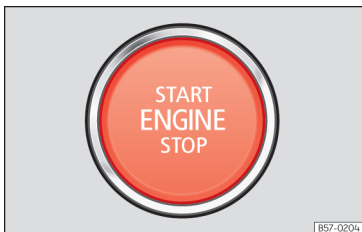

Abb. 81 Im unteren Bereich der Mittelkonsole: Starterknopf.
Wenn das Fahrzeug entriegelt wird, blinkt der Starterknopf »» » (**Abb. 81**), um auf ihn aufmerksam zu machen.
- Starterknopf drücken, >>> **[Abb. 81]** ohne Gas zu geben. Zum Anlassen des Motors muss sich ein gültiger Fahrzeugschlüssel im Fahrzeug befinden. Nach dem Anlassen des Motors wechselt die Beleuchtung des Starterknopfs START ENGINE STOP in den Dauerzustand und zeigt so an, dass der Motor angelassen ist.